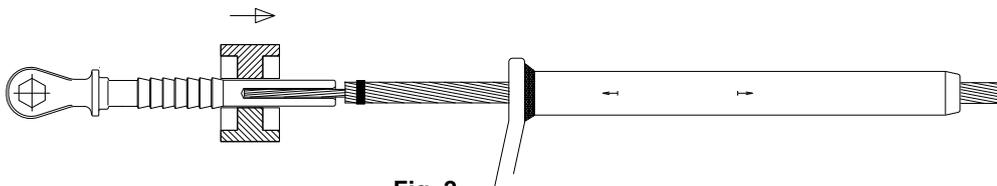

Fig. 2
- 3 Introducir el alma de acero en la caña del émbolo hasta el fondo del taladro y proceder a la compresión con las matrices para acero adecuadas, (grabadas sobre el émbolo), comenzando por la base de las flechas y en el sentido indicado por estas (desde el émbolo hacia el conductor). **Fig.2**
- 3 Insert the steel core in the steel terminal to the end of the bore and start the compression with the appropriate dies for steel (stamped on the steel terminal), starting at the root of the arrows and in the direction that they indicate (from the steel terminal to the conductor). **Fig.2**